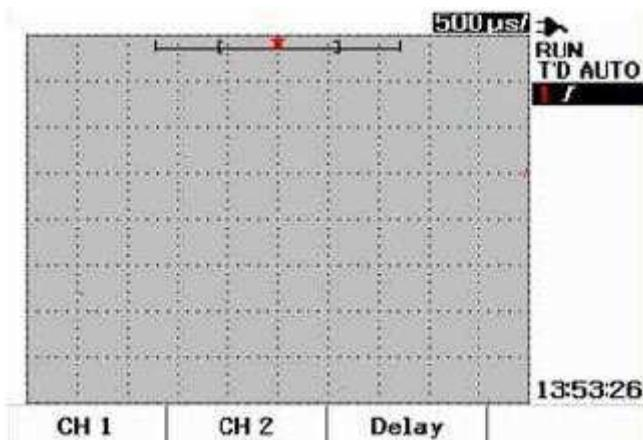

Рис. 3-1 Меню Scope, в котором отключены оба канала
- Нажмите клавишу Scope, чтобы обратиться к меню Scope. Вы увидите отображение меню осциллографа, в котором отключены оба канала, как показано на рис. 3-1.